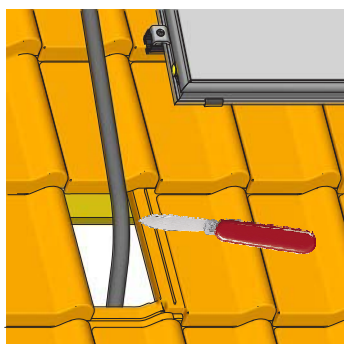

Fig. 3-33 Fase di lavoro 5
5. Tagliare i flessibili termoisolanti delle tubazioni di collegamento in modo da consentire il passaggio delle tubazioni di collegamento attraverso il relativo passante a tetto (tubazioni di collegamento fig. 3-33).